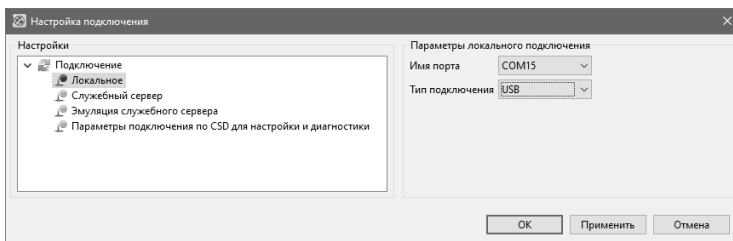

Рисунок 35 – Настройка подключения
3.5.14.10 Произвести настройку подключения, нажав кнопку «Настройка подключения» . В открывшемся окне «Настройка подключения» (рисунок 35) выбрать пункт «Локальное». В выпадающем списке «Имя порта» задать COM-порт, к которому подключен терминал. В выпадающем списке «Тип подключения» задать «USB». По окончании настройки нажать кнопки «Применить» и «ОК».